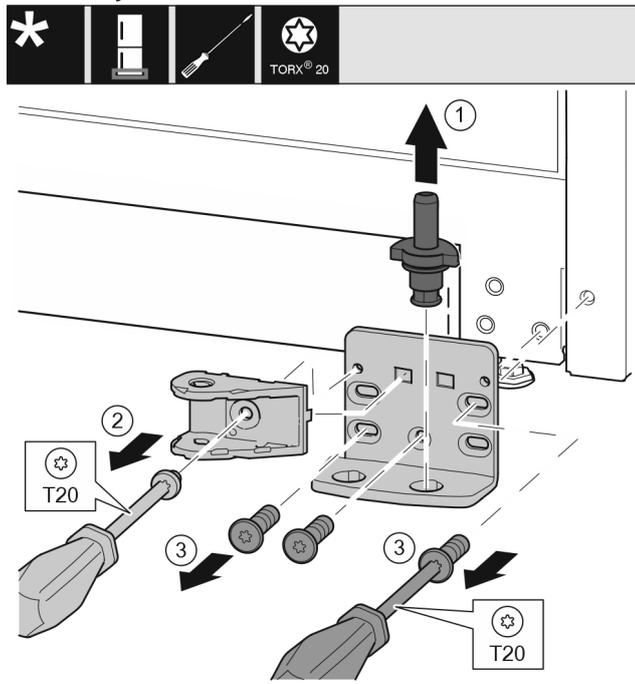

Fig. 34 *
- ▶ Izvucite podložak ležaja kompletno prema gore. Fig. 34 (1)*
- ▶ Odvijačem T20 odvijte vijke i skinite spojni element prigušivača zatvaranja. Fig. 34 (2)*
- ▶ Odvijačem T20 odvijte vijke i skinite podložak ležaja. Fig. 34 (3)*